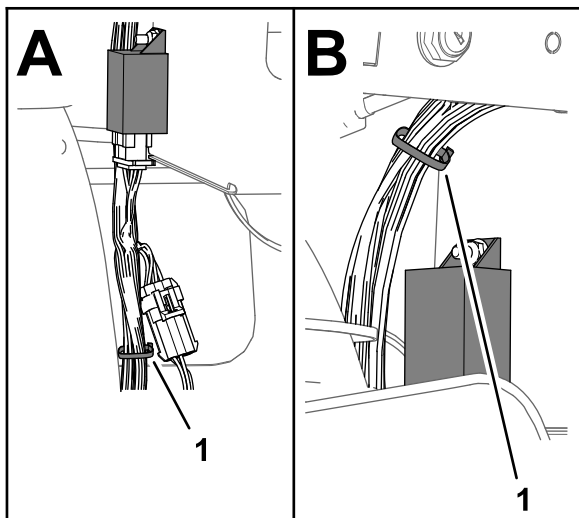

**Figure 22**
3. Centrale clignotante (CE)
5. Branchez le connecteur à 6 douilles du faisceau du kit à la centrale clignotante CE (Figure 22).
1. Centrale clignotante (CE)
6. Branchez le connecteur à 6 broches du faisceau de la machine au connecteur à 6 broches du faisceau du kit étiqueté TO MAIN HARNESS (Figure 22).